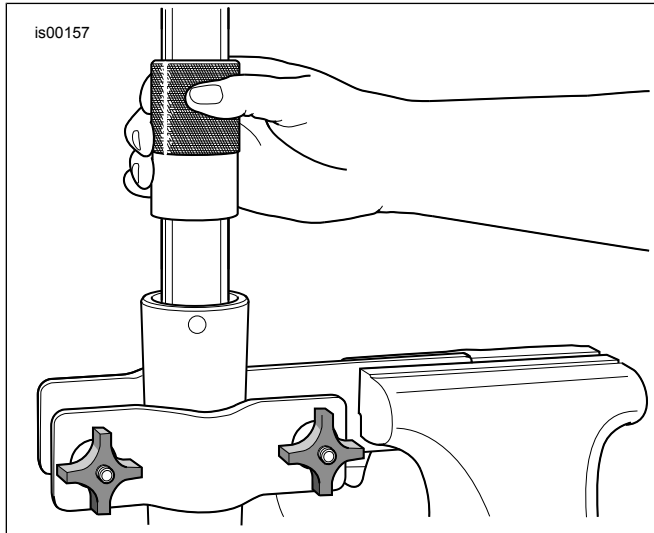

Figure 4. Installer le joint d'huile de fourche
1. Glisser le cache-poussière (13), le joint anti-poussière (4), le joint d'huile (10) (le côté avec les lettres vers le bas), l'entretoise de joint d'huile (15) (le côté concave vers le haut) et la bague inférieure (9) sur le tube de l'ensemble de tube de fourche (12) pour l'installation ultérieure.
2. Installer la bague supérieure (7) dans la gorge de l'ensemble de tube de fourche (12). Élargir la bague suffisamment pour qu'elle s'ajuste sur le tube.
3. Installer l'ensemble de tube de fourche (12) à l'intérieur du tube de fourche extérieur (5).
4. Voir Figure 4. Installer la bague, l'entretoise et le joint dans l'alésage du fourreau en tapant les composants vers le haut avec l'OUTIL DE JOINT ET DE BAGUE DE FOURCHE (B-42571).
5. Installer l'anneau de retenue intérieur (3) dans la gorge en bas du tube de fourche extérieur.
6. Installer le joint anti-poussière (4) et le cache-poussière (13).
7. Insérer l'ensemble de cartouche (1) dans l'alésage de tube de fourche.
8. Installer la vis et la rondelle (14) dans le bas de l'ensemble de tube de fourche (12). Déplacer plusieurs fois le tube de fourreau sur toute la longueur de sa course dans le fourreau pour vérifier l'alignement des composants. Ensuite, exercer une force vers le bas sur l'ensemble de cartouche et serrer la vis. Serrer la vis à un couple de 15–25 N·m (12–18 ft·lbs).
9. Insérer l'entretoise de précharge (16) sur la cartouche dans l'alésage de tube de fourche.